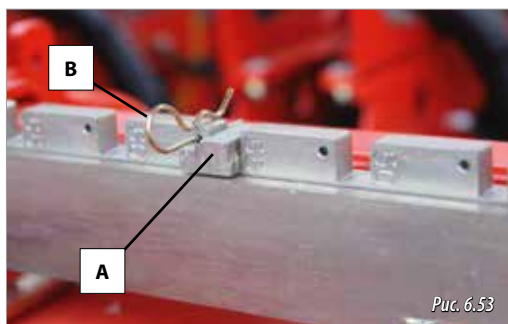

Рис. 6.53
Для регулировки расстояния между рядами необходимо установить **6 ограничителей открывания между рядами** (А, рис. 6.53) на необходимом расстоянии, которое указано на регулировочных планках высевающих секций (регулировочные планки КРАСНОГО цвета, рис. 6.52). Для регулировки ширины междурядий необходимо:
- 1- Вынуть шплинт (В, рис. 6.53).
- 2- Вынуть ограничитель открывания (А, рис. 6.53).